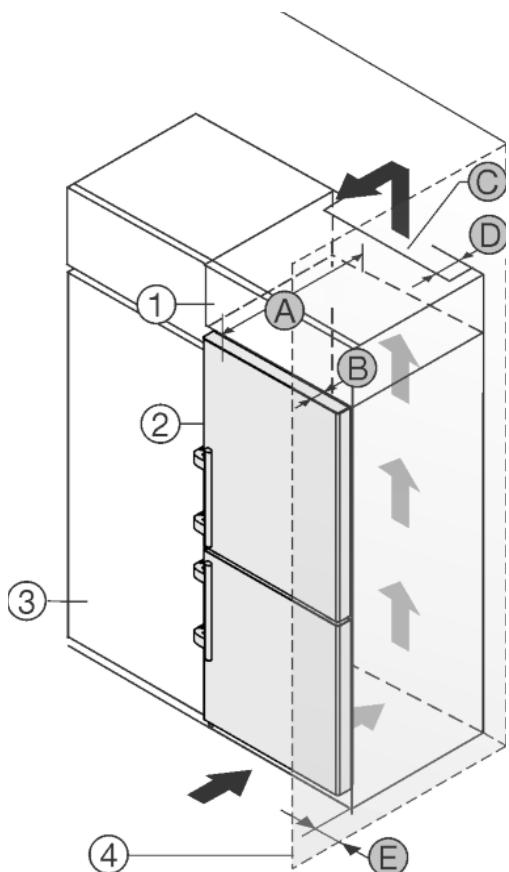

Fig. 26
Устройство может быть окружено кухонными шкафами. Чтобы уравнять устройство Fig. 26 (2) по высоте с кухонной стенкой, можно установить над устройством дополнительный шкафчик Fig. 26 (1).
Установить устройство можно непосредственно рядом с кухонным шкафом Fig. 26 (3). Чтобы можно было полностью открыть двери, устройство должно выступать на глубину Fig. 26 (B) относительно передней стенки кухонного шкафа. В зависимости от глубины кухонных шкафов и использования пристенных распорок устройство может выступать и больше.
- На задней стенке дополнительного шкафчика должен быть вентиляционный канал с глубиной Fig. 26 (D) по всей ширине этого шкафа.
- Нужно соблюдать вентиляционное отверстие Fig. 26 (C) под нижней панелью.
Если устройство установлено на шарнирах у стены Fig. 26 (4), то нужно соблюдать расстояние Fig. 26 (E) между устройством и стеной. Настолько выступает ручка при открытой дверце.